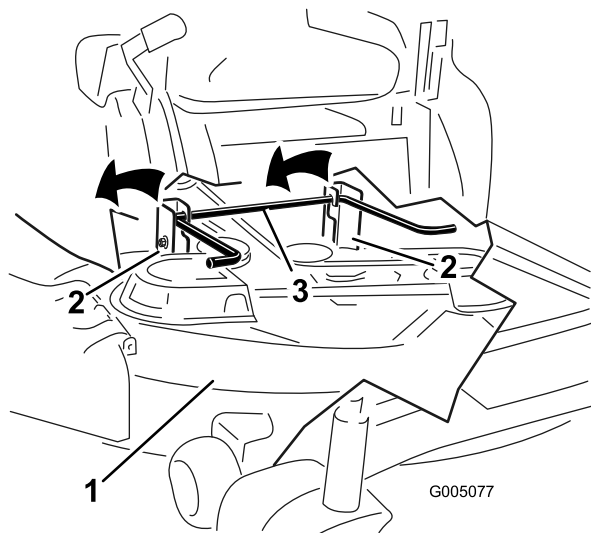
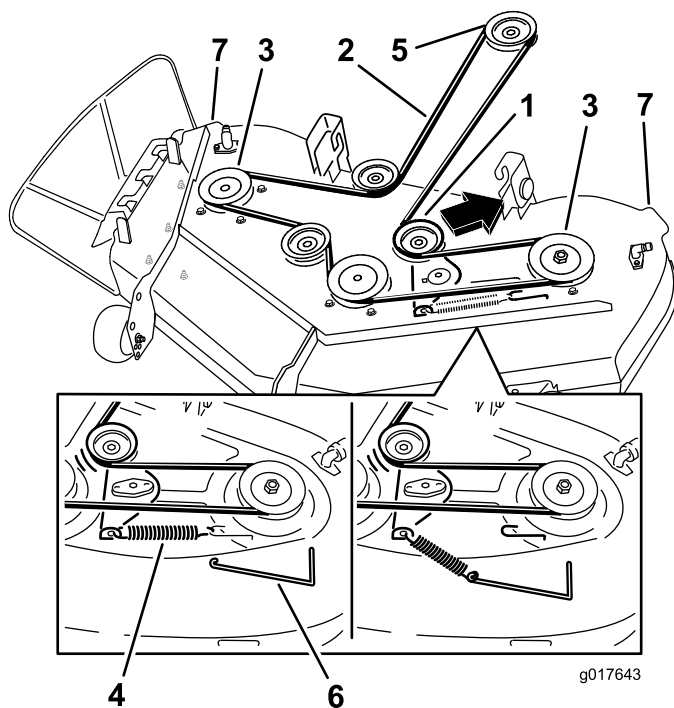

Figura 58
Figura 59
5. Usando las asas de la carcasa de corte, eleve la carcasa de corte y separe ésta y las pletinas de suspensión de la varilla de elevación trasera; luego baje el cortacésped con cuidado al suelo (Figura 58 y Figura 59).
4. Usando una herramienta para la retirada de muelles (Pieza Toro N° 92-5771), retire el muelle tensor del gancho de la carcasa para eliminar la tensión de la polea tensora, y retire la correa de las poleas (Figura 59).
5. Pase la correa nueva alrededor de las poleas del motor y del cortacésped (Figura 59).
6. Usando una herramienta para la retirada de muelles (Pieza Toro N° 92-5771), instale el muelle tensor sobre el gancho de la carcasa y tense la polea tensora y la correa (Figura 59).
5. Eleve la parte trasera de la carcasa de corte y coloque los soportes sobre la varilla de elevación trasera (Figura 58).